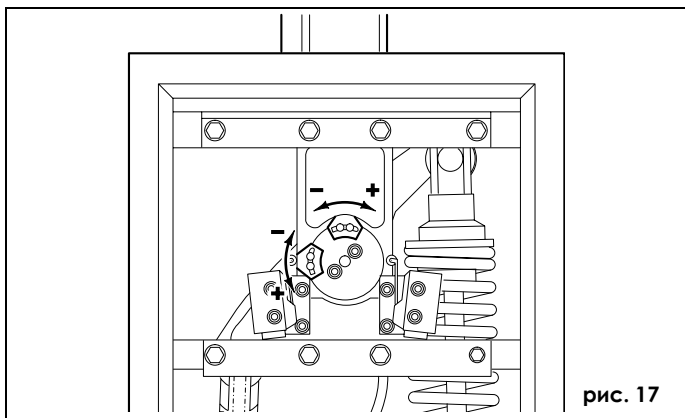

рис. 17
- 2) Для регулировки положения кулачков ограничения хода ослабьте два винта с шестигранным шлицем, как показано на рис. 17. Для увеличения угла начала торможения переместите кулачок к выключателю. Для уменьшения угла начала торможения переместите кулачок от концевого выключателя.